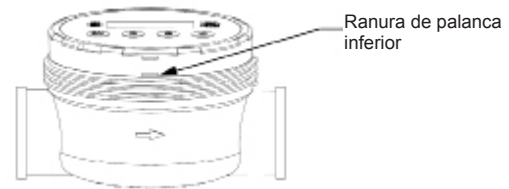

Figura 7
3. Inserte un destornillador con cabeza fresada en la ranura inferior (consulte la Figura 7) y ejerza un poco de presión en la cubierta del medidor (elemento n.º 6).